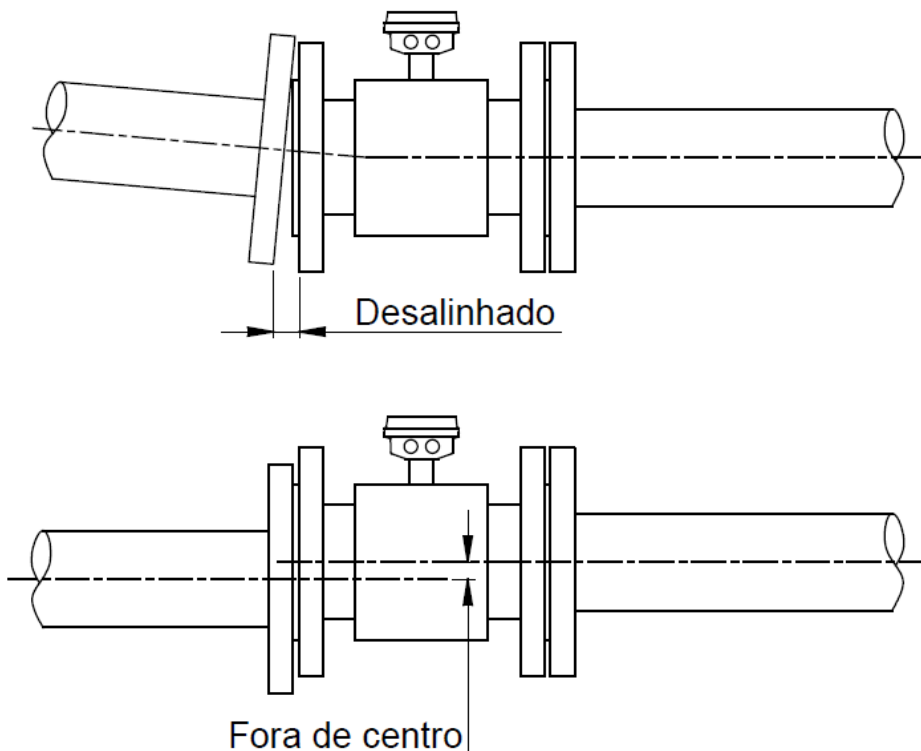

Figura 11: Alinhamento da tubulação
- Antes da instalação do Medidor, verifique se a tubulação está alinhada, caso necessário, corrigir o problema. Os flanges devem estar paralelos, conforme figura 11.